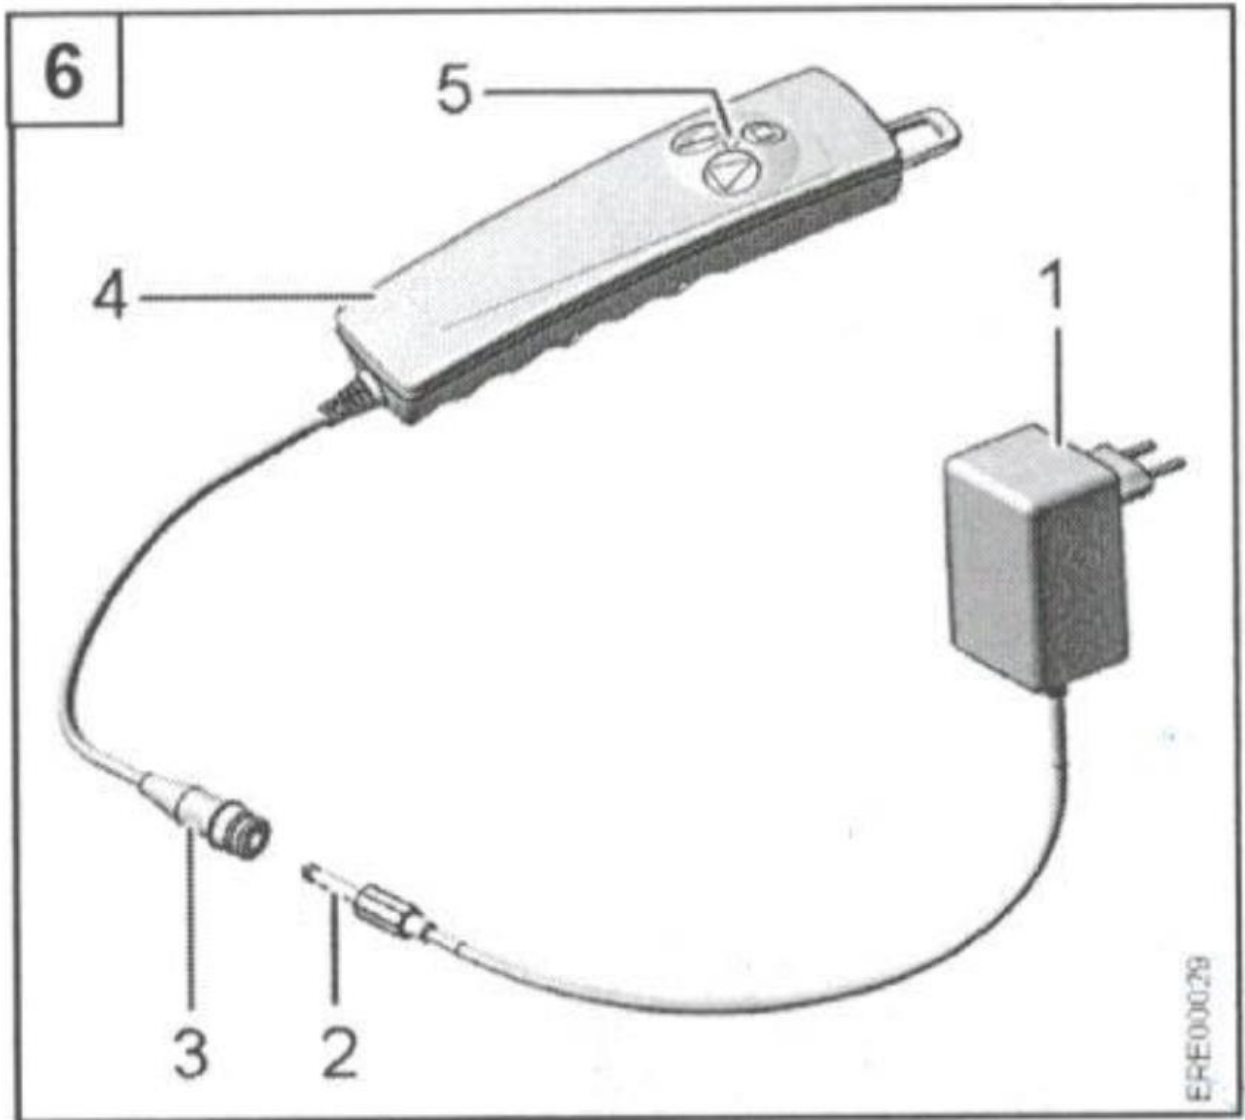

Рис. 3
1. Вставте роз'єм живлення (див. Рис. 3; 2) зарядного пристрою (див. Рис. 3; 1) у гніздо (див. Рис. 3; 3) пульту ручного керування (див. Рис. 3; 4).
2. Підключіть зарядний пристрій (див. Рис. 3; 1) до електромережі. Світлодіодний індикатор (див. Рис. 3; 5) спочатку замигнє, а потім загориться червоним. Світлодіод погасне, коли батарея зарядиться.
- Від'єднайте зарядний пристрій (див. Рис. 3; 1) від мережі.
- Від'єднайте зарядний пристрій від пульта ручного керування (див. Рис. 3; 4).